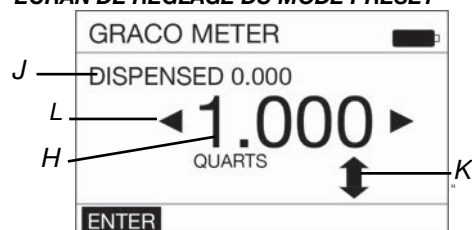

Fig. 31
2. Si l'option ACTIVATE (Activer) (A) n'est pas en surbrillance, utiliser la touche fléchée GAUCHE ou DROITE du clavier pour mettre en surbrillance l'option ACTIVATE (Activer) (FIG. 31); puis appuyer sur la touche ENTER (Entrée) sur le clavier pour la sélectionner.
- PRESET - Permet d'augmenter, de diminuer ou de changer entièrement la quantité de fluide définie dans la sélection PRESET. L'écran illustré sur la FIG. 31 s'affiche. Voir section Commandes de fonctions (C)/PRESET, page 18 pour obtenir les instructions de modification de la valeur PRESET).
- RESET - Permet de réinitialiser le compteur de fluide distribué (D) à la valeur « 0.000 ».